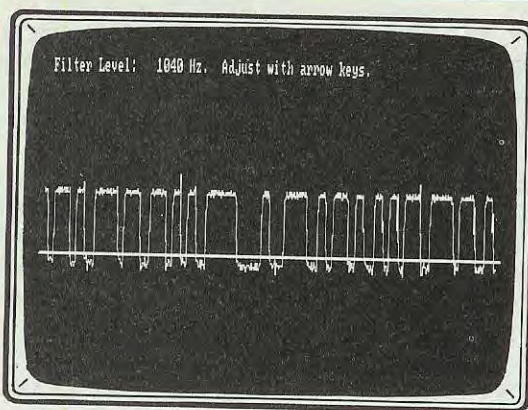
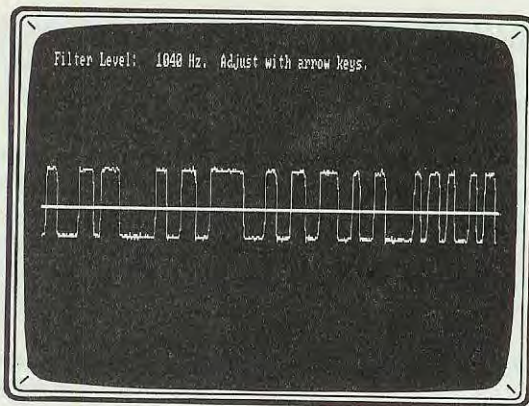

Fig.24 Il sistema più veloce per ricevere la RTTY è quella di sintonizzare il ricevitore in modo da vedere delle perfette onde quadre.
Fig.25 A questo punto, pigiando i due tasti freccia su o giù dovreste portare la riga orizzontale al centro di queste onde quadre.
- Quando sul monitor vedrete apparire delle **onde quadre** perfette (vedi fig.24), premete i tasti **freccia su** o **freccia giù**, in modo da portare al centro di queste onde quadre la **riga orizzontale** di riferimento (vedi fig.25).